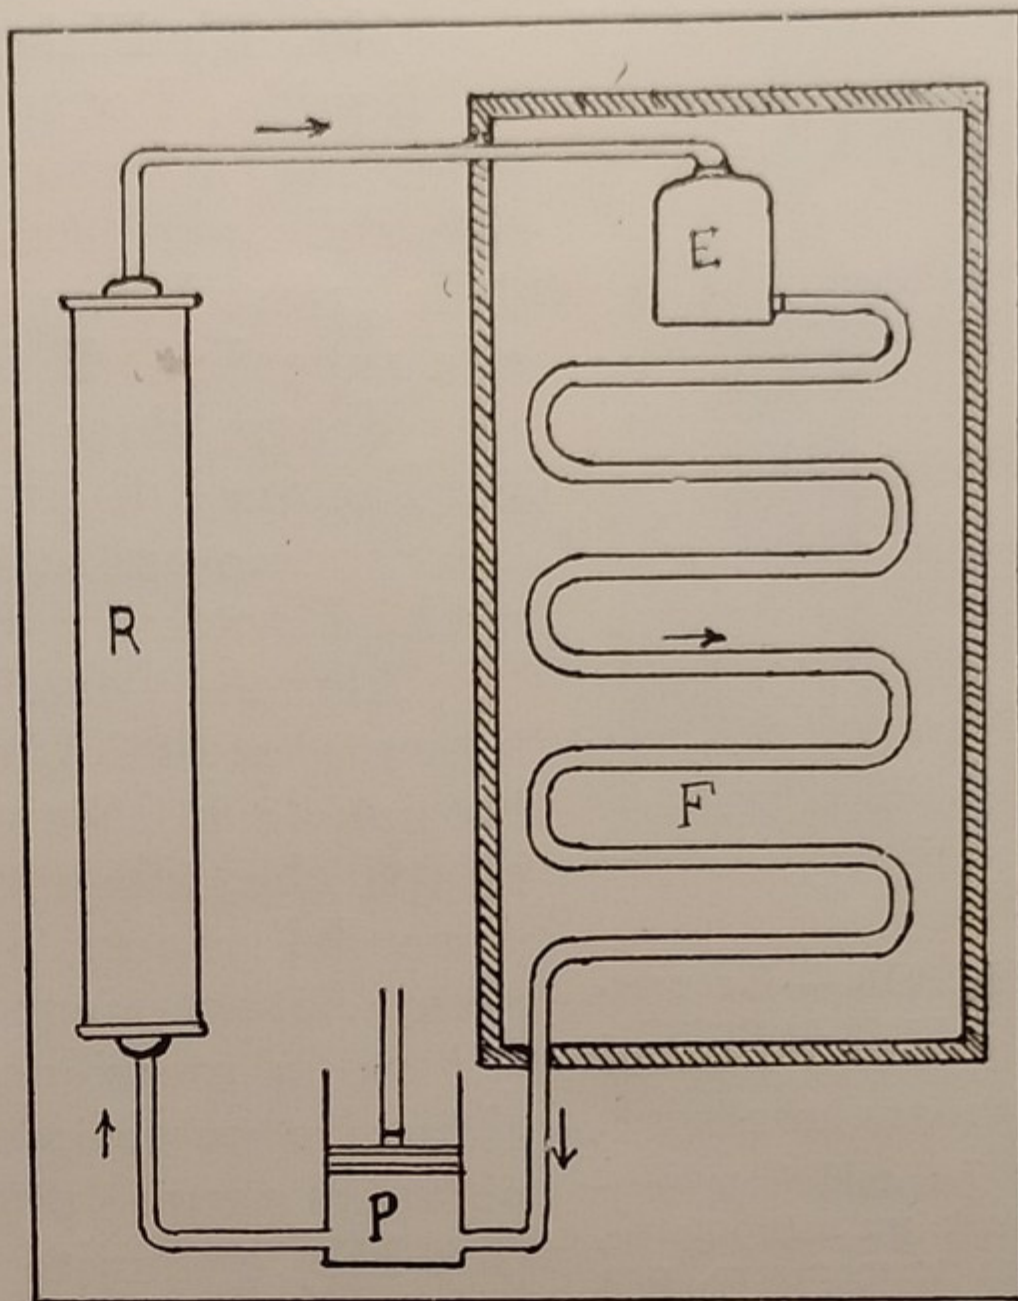

Fig. 117. — SCHEMA DI UNA MACCHINA FRIGORIFERA.
99. Macchine frigorifere. — Servono a fabbricare ghiaccio, ed a produrre le basse temperature necessarie alla conservazione delle sostanze organiche (fig. 117).